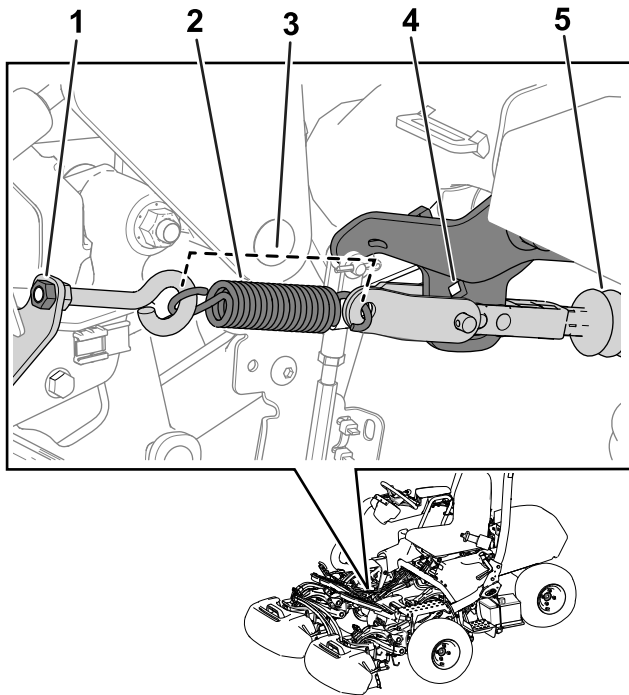

Figure 30
Remarque: Voir la Figure 30 pour cette procédure.
5. Détendez le ressort en desserrant l'écrou qui fixe le le boulon à œil au support du ressort (Figure 30).
3. Installez le ressort comme montré à la Figure 30.
4. Serrez l'écrou du boulon à œil jusqu'à ce que le ressort mesure 11,4 cm (4,5 po) une fois en place (Figure 30).